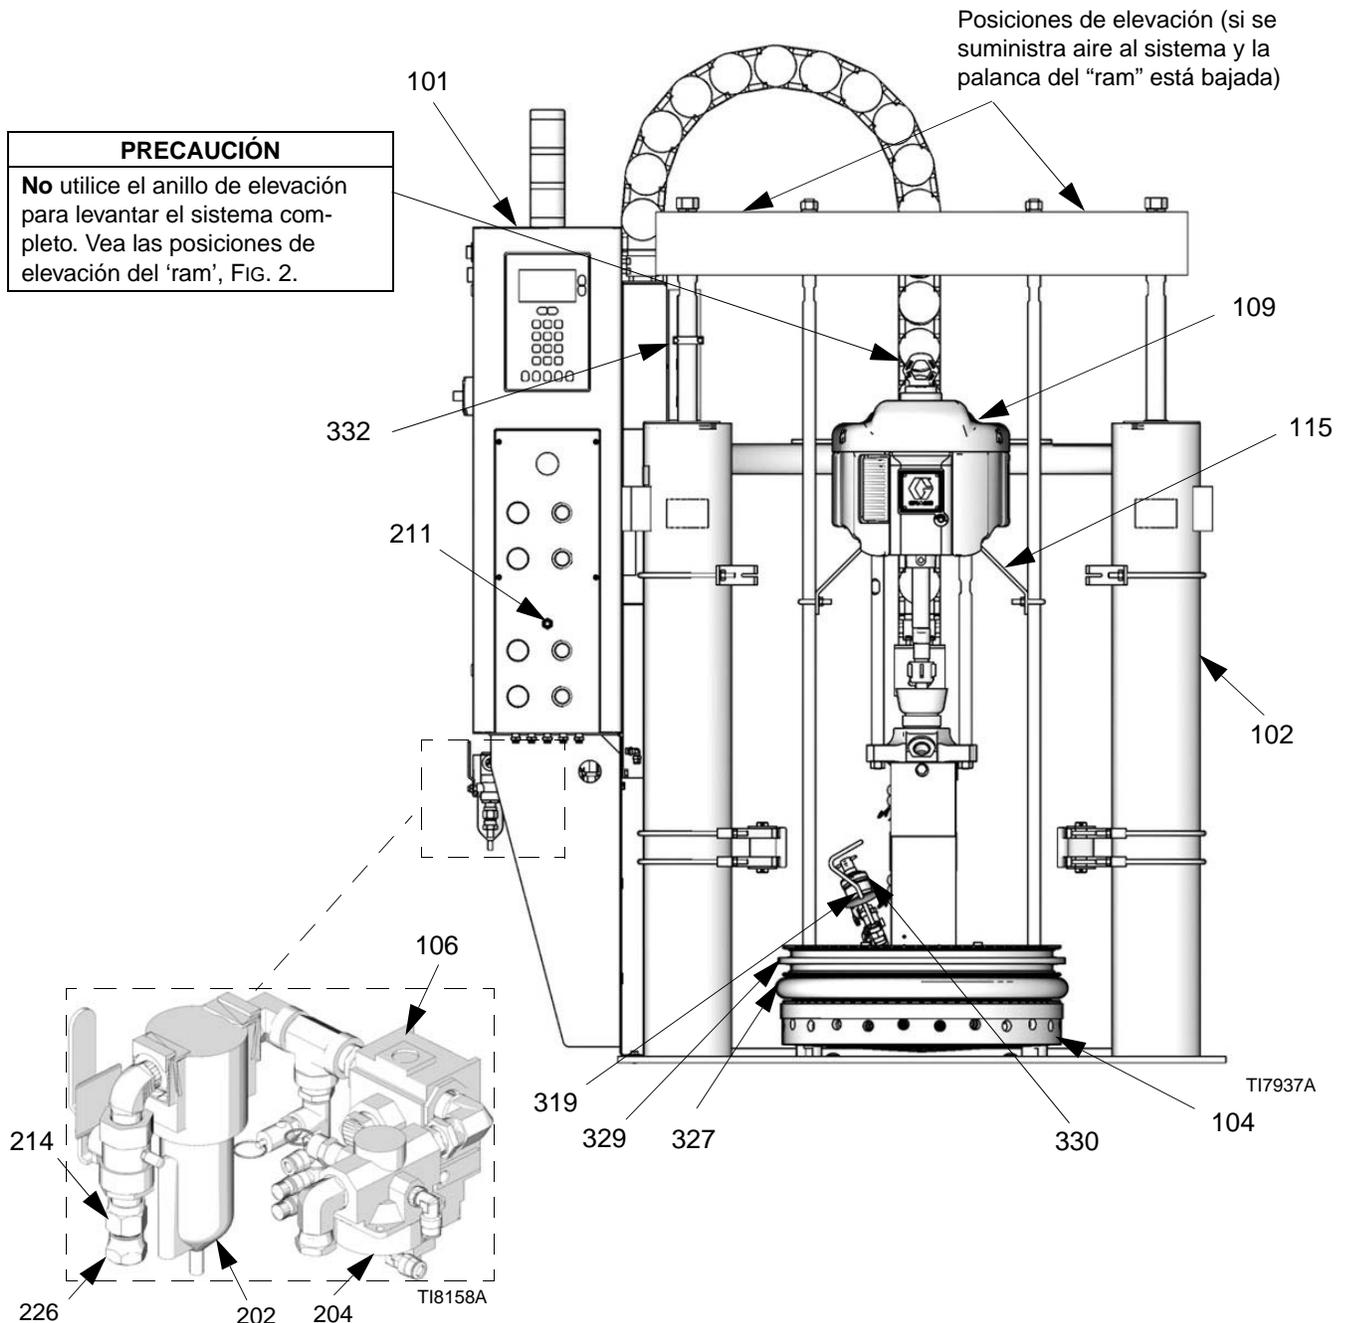

FIG. 2: Instalación típica
La instalación típica explicada a continuación es sólo una guía para la selección e instalación de componentes y accesorios del sistema. Vea FIG. 2. Póngase en contacto con su distribuidor de Graco si desea ayuda para diseñar un sistema adecuado para sus necesidades particulares.
No utilice el anillo de elevación para levantar el sistema completo. Vea las posiciones de elevación del 'ram', FIG. 2.
6. Envuelva la barra con la eslinga de elevación. Vea en FIG. 2 los puntos de elevación adecuados.